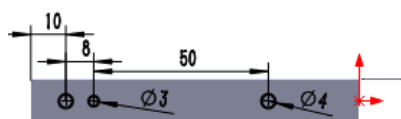

图 12.6.9 横断面草图
- ② 定义横断面草图。在草图环境中绘制图 12.6.9 所示的横断面草图。
- (3) 定义切除深度属性。在“切除—拉伸”对话框 **方向 1** 区域的  下拉列表中选择 **给定深度** 选项, 选中 ☒ **与厚度相等(L)** 复选框与 ☒ **正交切除(N)** 复选框。其他选择默认设置值。
- (4) 单击  按钮, 完成切除—拉伸 1 的创建。